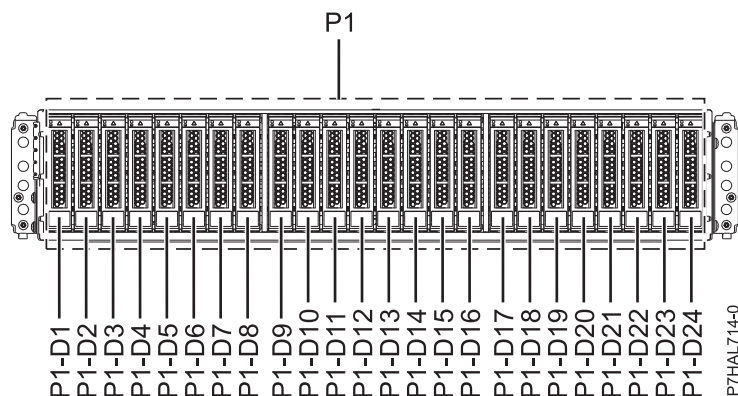

図 45. 5887 ディスク・ドライブ・エンクロージャーの正面図 (ディスク・ドライブの位置を示す)
1. 保守を行う部品およびエンクロージャーを識別します。ディスク・ドライブおよび SSD スロットはエンクロージャーの前面にあります。図 45 および 54 ページの図 46 は、5887 ディスク・ドライブ・エンクロージャーの正面図と背面図で、5887 ディスク・ドライブ・エンクロージャー内のディスク・ドライブの位置を示しています。